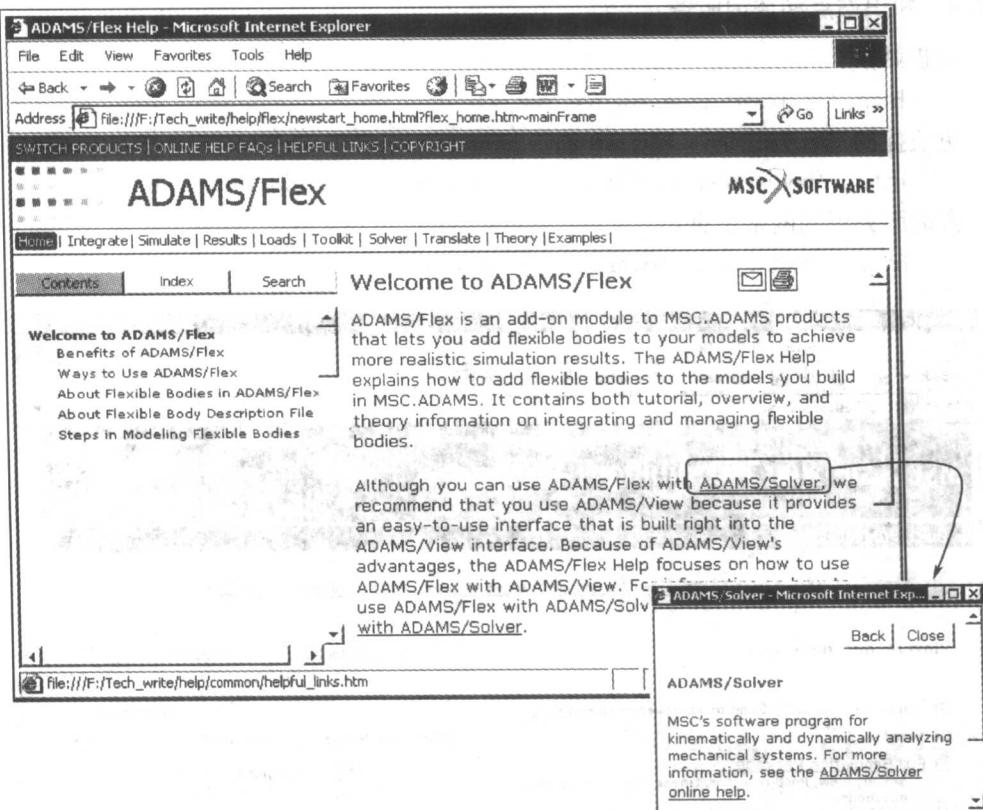

图 1-2 进入在线帮助的过程
- (1) 当系统在 MSC.ADAMS/Flex 对话框状态运行时，按 F1 键会显示该对话框的在线帮助窗口。
- (2) 在菜单 Help 下选择 MSC.ADAMS/View Help。一旦在线帮助窗口弹出，读者即可通过桌面的 Contents、Index 和 Search 方式浏览所需要帮助的术语，如图 1-2 所示。